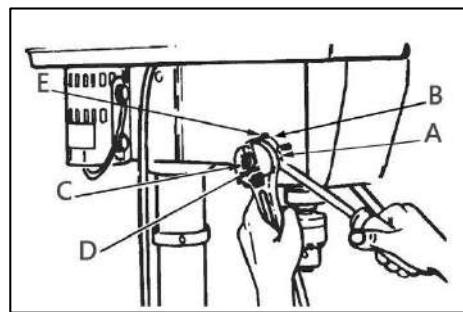

Рисунок 15
Поместите отвертку в нижний передний паз (A) (рис. 15) корпуса пружины (B) и удерживайте в таком положении во время откручивания и снятия внешней гайки (C).